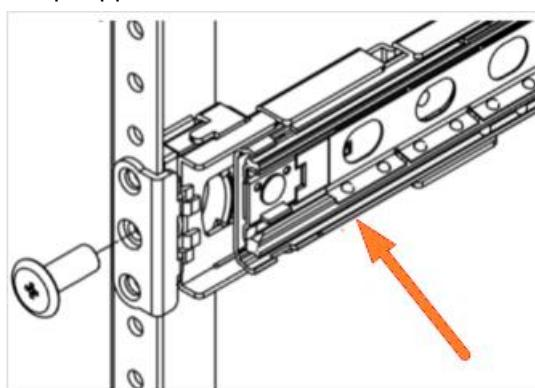

Рисунок 64 – Крепление на стойку
- 5) Далее кронштейн крепится на стойку (см. Рисунок 64) (если это необходимо для крепления направляющих должны быть винты M6x10L. Действие необязательно).